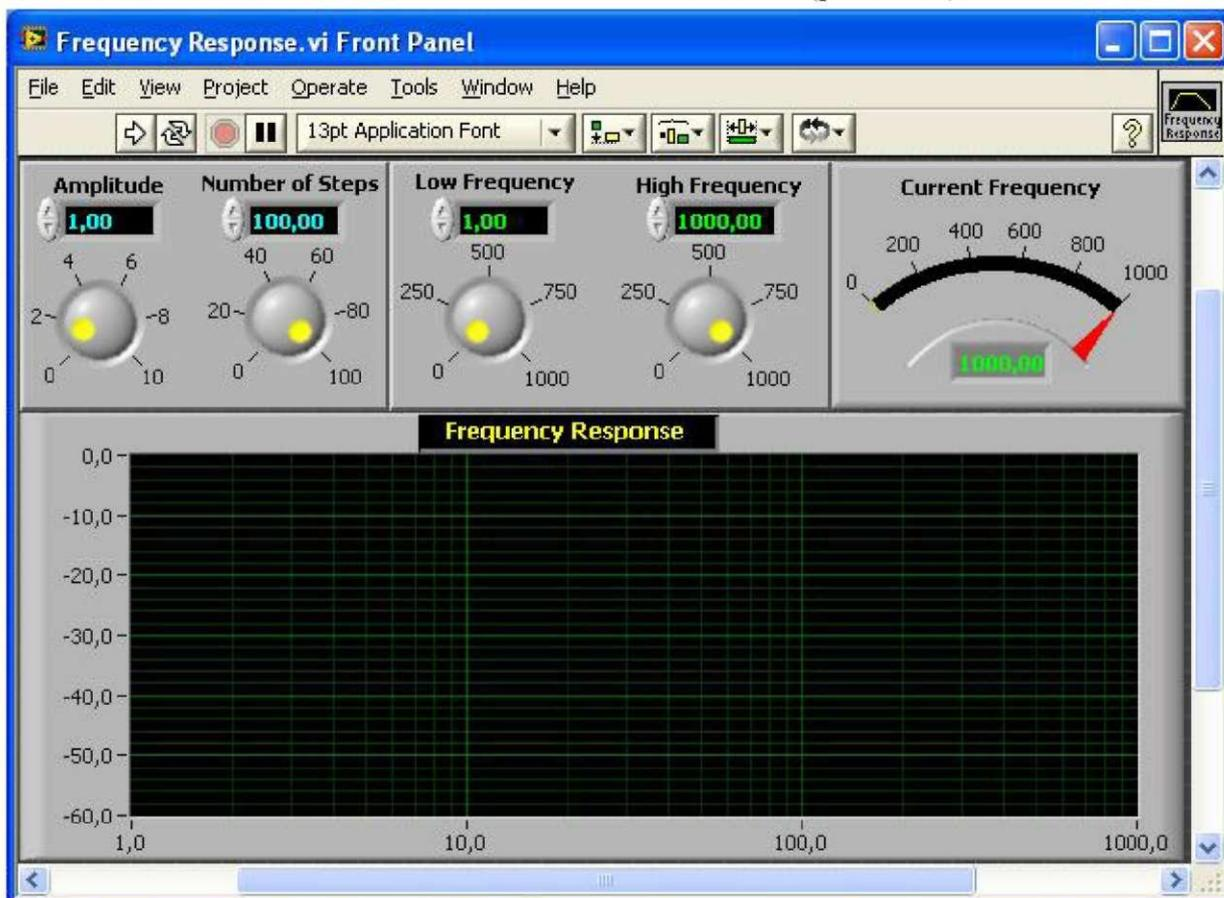

Рис. 1.2. Лицевая панель ВП Frequency Response VI
3. Перейдите на закладку **Brows**. Отметьте пункт **Directory Structure**. В списке примеров выберите папку **Apps**, в которой откройте библиотеку **Fereqresp.lib** и дважды щелкните на **Frequency Response VI**. Появится лицевая панель ВП Частотный анализ (рис. 1.2).